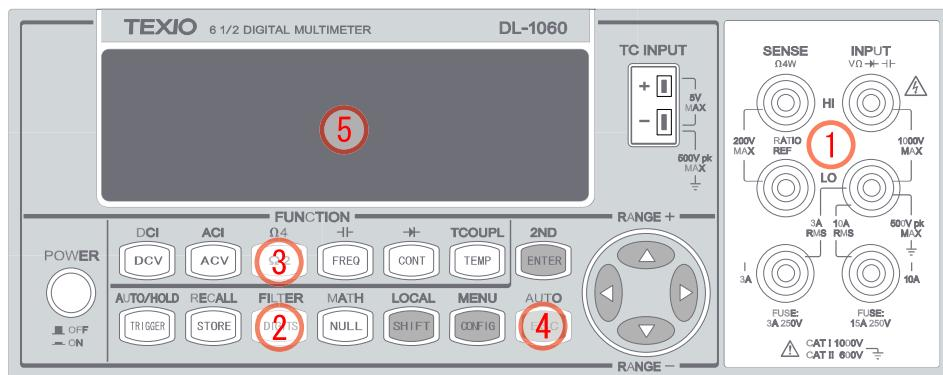
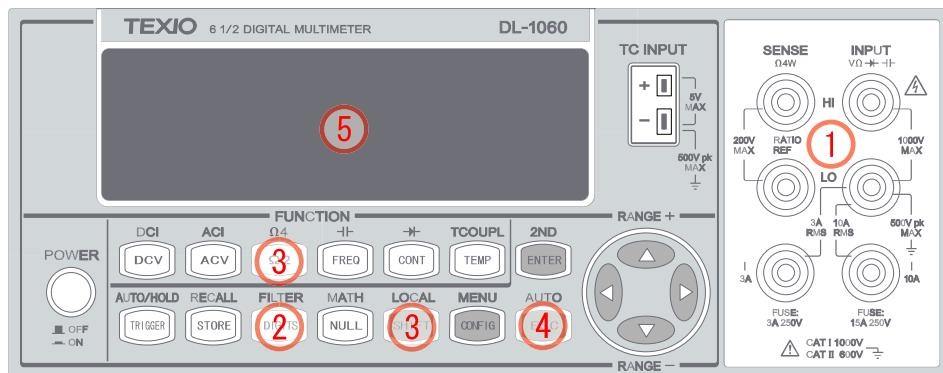

図 2-4
図 2-5
抵抗測定レンジは $100\ \Omega$ 、 $1K\Omega$ 、 $10k\Omega$ 、 $100k\Omega$ 、 $1M\Omega$ 、 $10M\Omega$ 、 $100M\Omega$ 、感度は $100\ \Omega$ レンジで $100\ \mu\Omega$ です。抵抗測定には図 2-4 に示す 2-wire モードと図 2-5 に示す 4-wire モードの二つのモードがあります。4-wire モードでは、1 組のテスストリードが試験抵抗に流れる電流を測定し、もう1組のテスストリードで試験抵抗間の電圧を測定します。その結果、4-wire モードの方が低抵抗をより正確に測定することができます。4-wire モードのデメリットは値が落ち着くまでの時間が長くなることです。
- ① 図 2-4 (2-wire) または図 2-5 (4-wire) に示すように、テスストリードを端子に接続します。
- ② 抵抗測定の分解能(3.1.3 参照)を設定してください。初期設定をそのまま使用する場合は、次のステップに進んでください。
- ③ 2-wire 測定を行う際は $\Omega 2$ ボタンを、4-wire 測定を行う際は SHIFT+ $\Omega 2$ ($\Omega 4$)ボタンを順に押してください。
- ④ AUTO(SHIFT+ESC)ボタンを押してオートレンジ機能を選択するか、 Δ ・ ∇ ボタンを押して希望のレンジを選択します。
- ⑤ テスストリードを被測定抵抗に接続し、ディスプレイ上に表示される測定値を読み取ります。入力信号が表示可能な範囲を越えた場合、オーバーフロー “OVLD” のメッセージが表示されます。